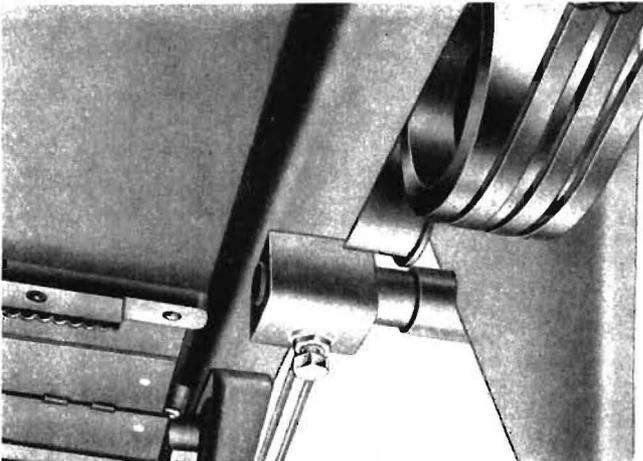

Bild 25
- Riemen-Spannschwinge ankleben (Abstand der Laufrollen vom Aufnehmerahmen etwa 4 mm) (Bild 25)